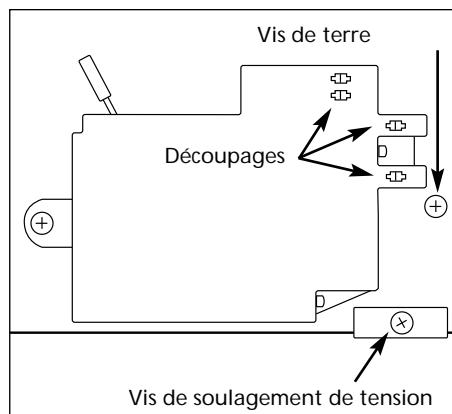

Figure 3
- Situer les découpages au verso du manostat (Voir Fig. 3). Introduire le
- Enlever la vis de terre (Fig. 3).
- Enlever la vis de soulagement de tension (Fig. 3).